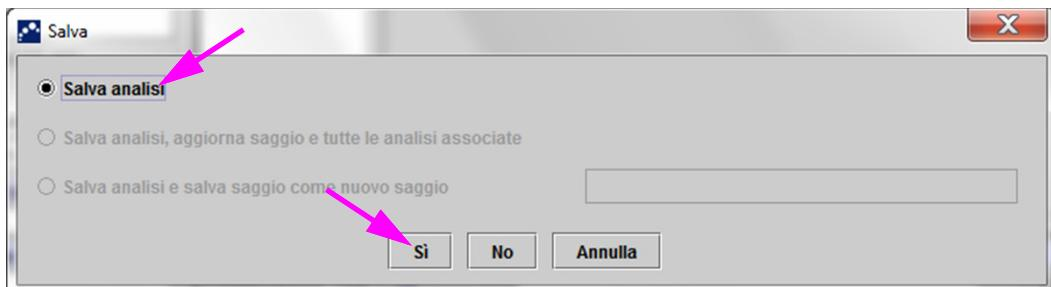

Figura 5-51. Finestra di dialogo Salva
5. Fare clic su **Si** per salvare le modifiche e proseguire. Il software tiene traccia della cronologia delle modifiche (vedere la Figura 5-51).